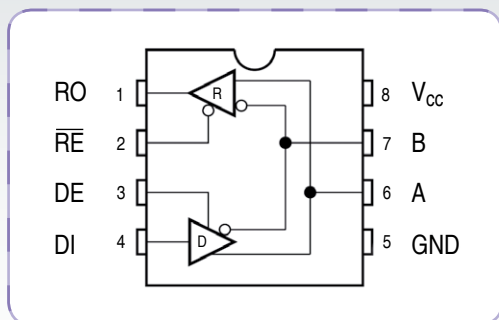

Fig. 3 - Piedinatura e connessioni interne dell'ST485DBR.
Nel circuito qui descritto, per la conversione TTL/RS485 e viceversa viene utilizzato un transceiver integrato ST485BDR (nel relativo schema elettrico è siglato U1) prodotto dalla ST e disponibile in contenitore SO-8 (una sorta di dip 4+4 piedini per SMD) o DIP; noi usiamo l'SO-8. Un transceiver è un componente che integra (Fig. 3) sia una sezione trasmittente (D) che una ricevente (R), nel nostro caso attivabili distintamente tramite appositi piedini.